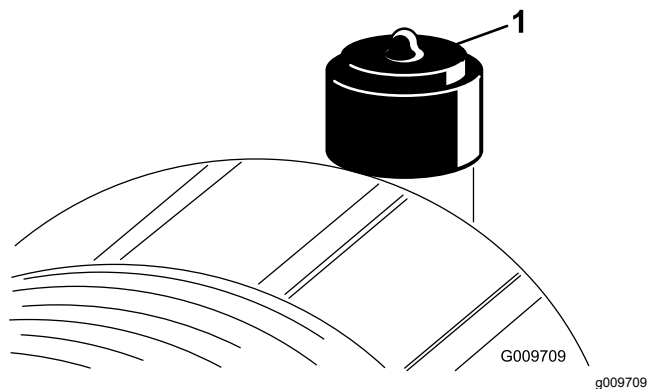

Figura 86
Effettuate la manutenzione del filtro dell'aria quando l'indicatore (Figura 86) lo richiede. Sostituendo il filtro dell'aria prima del necessario si aumenta il rischio che la morchia penetri nel motore quando si toglie il filtro.
9. Se la spia (Figura 86) è rossa, resettatela.